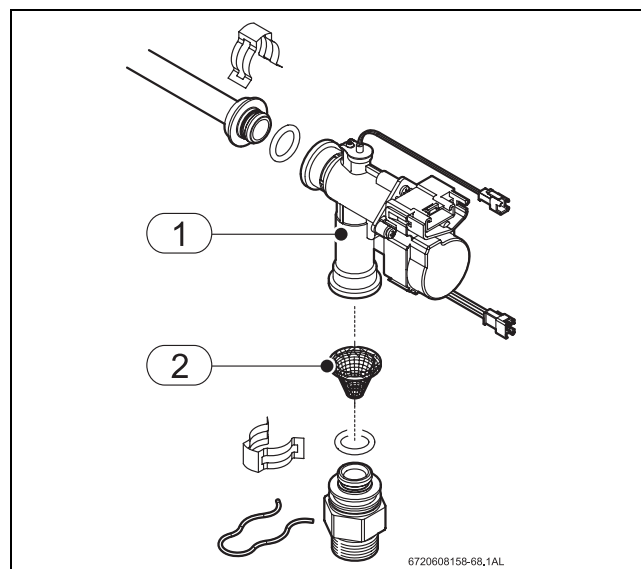

Рис. 47
- ▶ Від'єднайте від труби подачі води, див. Рис. 47.